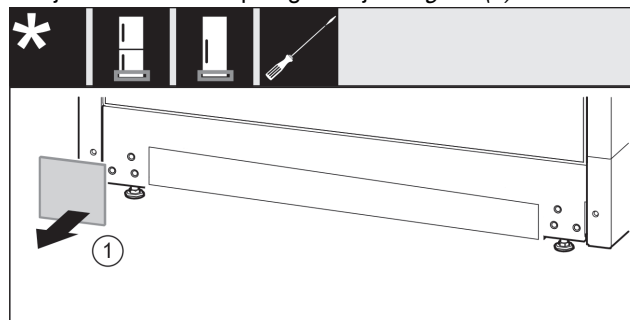

Fig. 15
- ▶ Skinite pokrov. Fig. 15 (1)